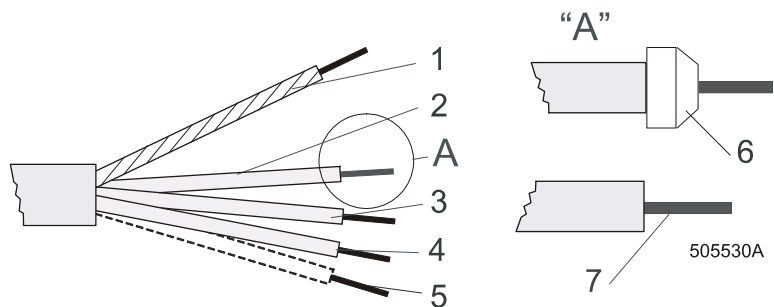
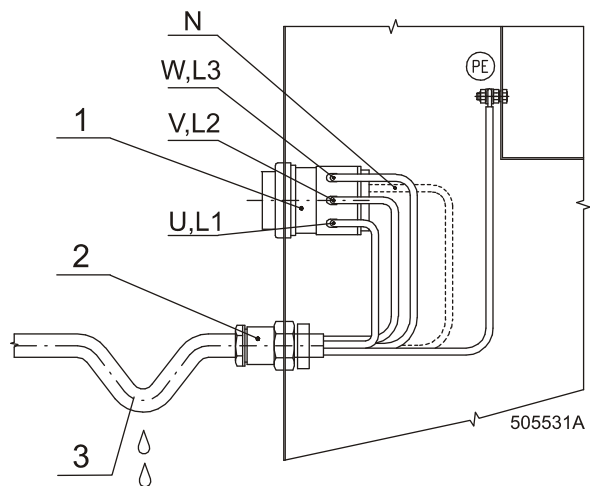

Fig. 29 Matarkabelns ledare
Fig. 30 Anslutning av nätspänning
- Skala av enskilda ledare enligt fig. 29.
- Montera kabeländar (6) för (L2/V), (L3/W), (N) på avskalade ledare. Se till att ingen slumpmässig kontakt kan inträffa eftersom matarkabel kan stanna under spänningen även om huvudströmbrytare är avstängd.
- Anslut matarkabelns ledaren till kabelsvans (huvudströmbrytare (1)) märkt med L1/U, (L2/V), (L3/W), (N), och till plint (skruv i koppar) PE-märkt, se fig. 30.
- Häng slappt på kabel innan du drar in kabel genom förskruvningen. Detta gör att kondenserade vatten droppar in i maskin, se fig. 30.